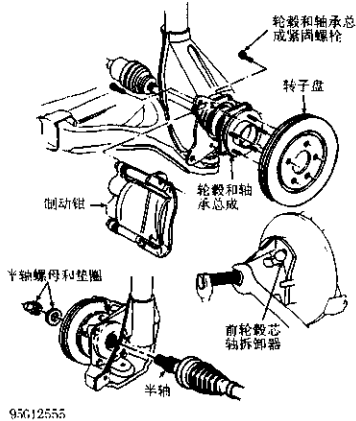

图 5-6 更换轮毂和轴承总成
2) 卸下半轴螺母和垫圈。松开轮毂和轴承总成螺栓。卸下防抱死制动系统传感器 (如果有), 并放在一边。保护好半轴保护罩, 避免损坏。用前轮毂拆卸器 (J-28733-A) 将半轴花键推出轮毂和轴承总成 (图 5-6)。